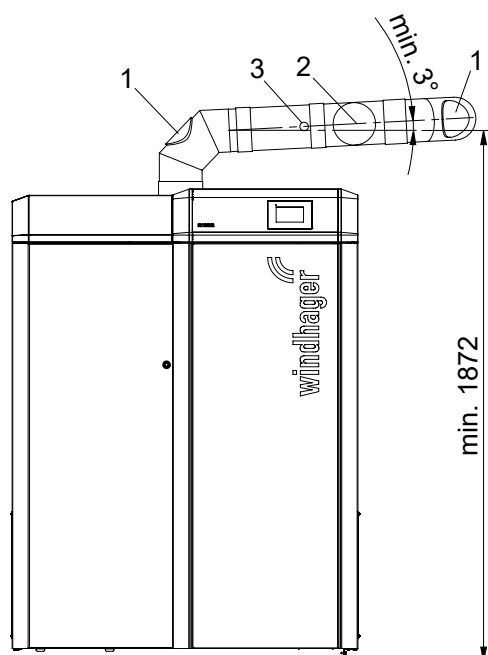

Fig. 52 Reinigungsöffnungen im Abgasrohr – Ansicht von vorne, (Skizze ohne Abgasrohr-Isolierung)
- ▶ Abgasrohr (Verbindungsrohr zwischen Pelletskessel und Kamin) bei der Reinigungsöffnung reinigen/aussaugen – Fig. 52.